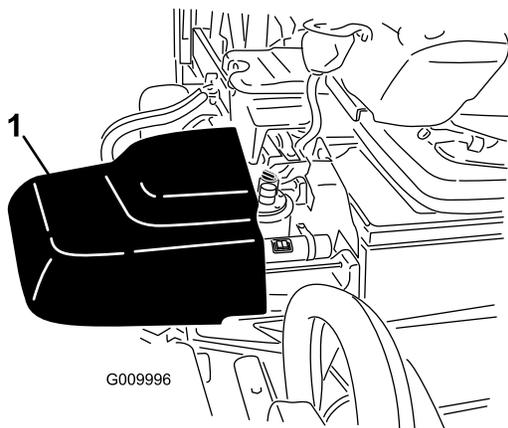

図 16
2. タンクのカバーの外側の端をかるく持ち上げて引き出すと油圧タンクのシュラウドの下から補給管とキャップが現れる **図 16**。